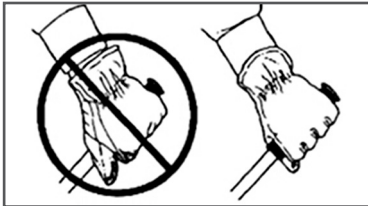

Рис. 9 Правильный захват рукоятки мотобура
- Крепко возьмитесь за рукоятки мотобура правой и левой руками (Рис. 9).